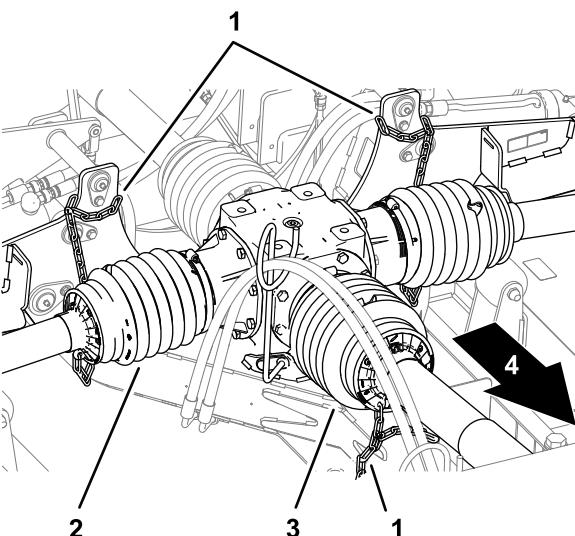
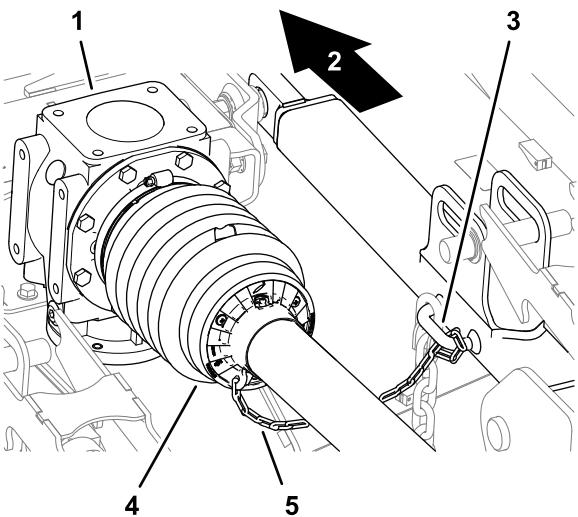

Bild 18
Bild 21
6. Prüfen Sie, ob die Rückhaltekette mit der hinteren Schutzabdeckung der Zapfwellen, der Schutzabdeckung der Antriebswelle und dem Rahmen des Mähers (Bild 18 und Bild 21) verbunden ist.